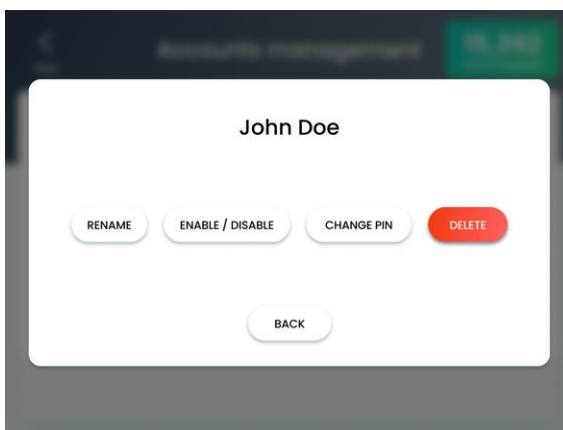

Figure 6-8. Écran Selected User's Account (Compte de l'utilisateur sélectionné)
2. Dans cet écran, sélectionnez l'entrée de l'utilisateur à activer/désactiver ; l'écran de compte de l'utilisateur sélectionné apparaît, comme illustré à la Figure 6-8.